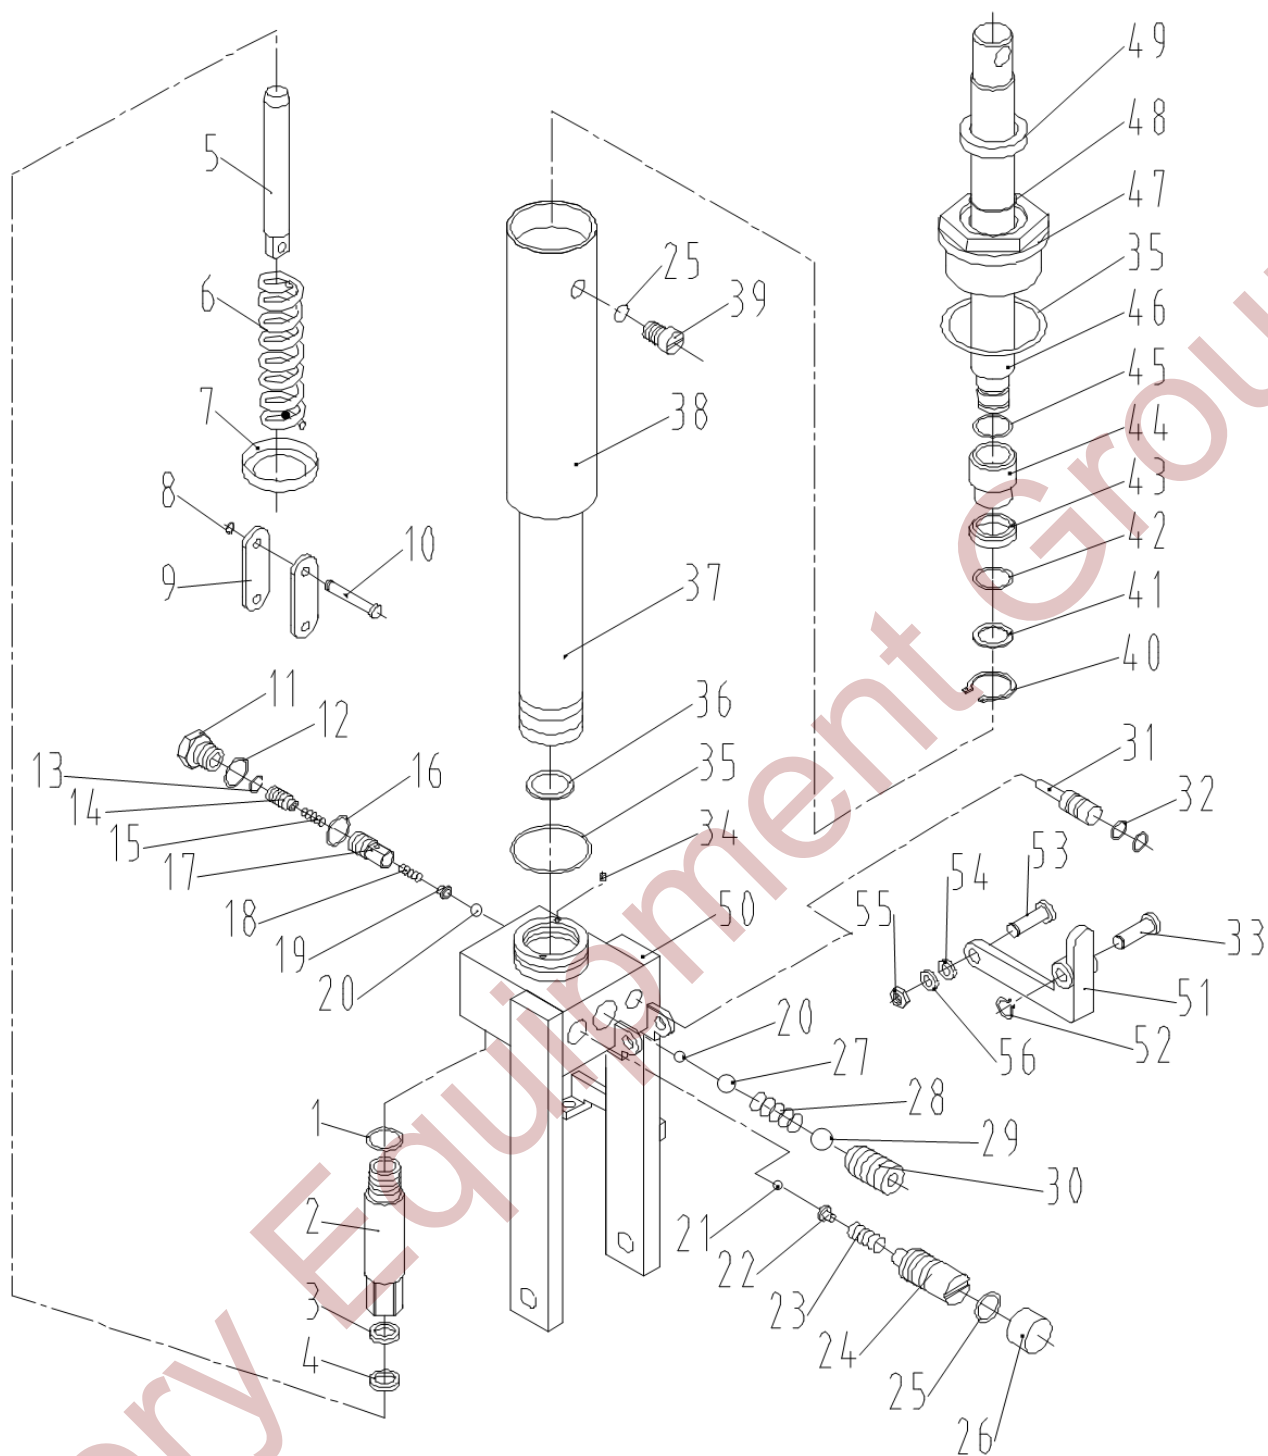

Figure 1
Dévissez la vis d'étanchéité 11 # de la pompe (voir figure 1 en annexe) avec une clé ; Tirez le bouton vers le haut ; Dévissez la vis du bouchon d'huile 39 # et ajoutez de l'huile hydraulique ;
8. Les joints 1 , 3 , 4 , 16, 25, 26, 32, 35, 36, 42, 43, 45, 48 et 49 de la pompe (voir figure 1 en annexe) sont en caoutchouc PU, dont l'entretien est prévu tous les deux ans. Remplacez les joints régulièrement pour éviter tout dommage et toute dégradation des performances du camion.